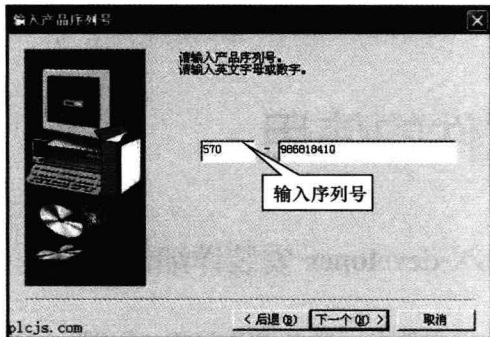

图 1-3 输入产品序列号
(4) 输入各种注册信息后，输入产品序列号，如图 1-3 所示，不同软件的序列号可能会不相同，序列号可以在下载后的压缩包里得到。